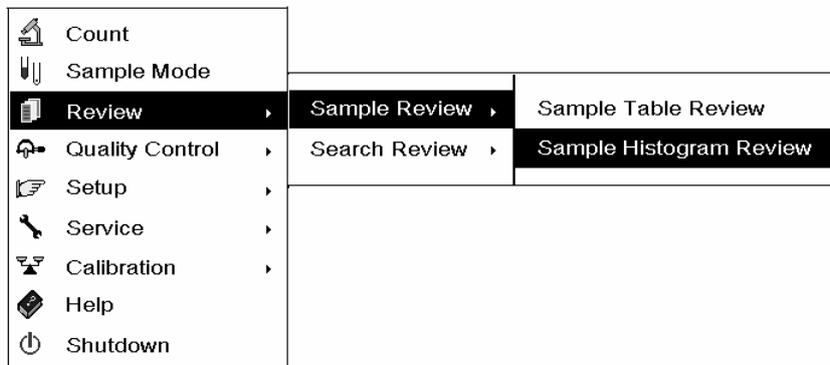
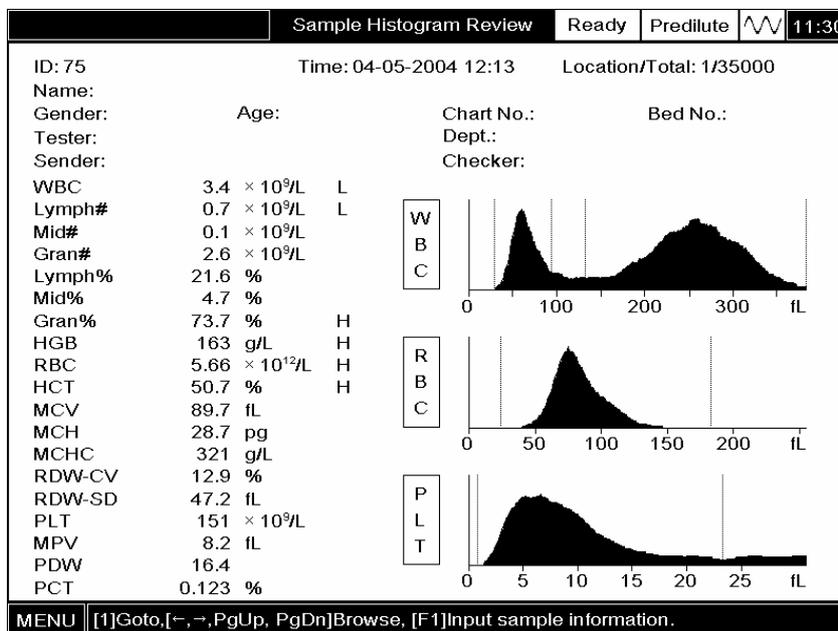

Abbildung 7-20 System-Menü
Abbildung 7-21 “Probe-Histogramm überprüfen”-Anzeige
**WÄHLEN** Sie “Überprüfen → Probe überprüfen → Probe-Histogramm überprüfen” AUS (Abbildung Abbildung 7-20), um die “Probe-Histogramm überprüfen”-Anzeige aufzurufen (Abbildung Abbildung 7-21). Die Probeninformation wird im oberen Bereich des Bildschirms angezeigt, gefolgt von den Parameterwerten und Histogrammen. Die Anzeige “Position/Gesamt” in der oberen rechten Ecke des Bildschirms gibt die Position des aktuellen Probenergebnisses sowie die Gesamtzahl der gespeicherten Probenergebnisse wieder.